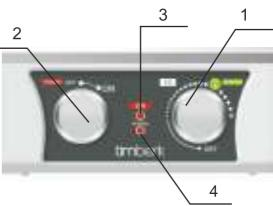

Рис. 7
повесьте водонагреватель на крюки анкерных болтов (рис. 7).
3. Для прибора серии RE1...V, RE1...VSL (рис. 7) с помощью ручки переключателя (2) установите переключатель в положение «ON», загорится индикаторная лампочка «ON»(3), установите ручкой терморегулятора (1) желаемую температуру нагрева воды, загорится индикаторная лампочка «HEATING»(4).